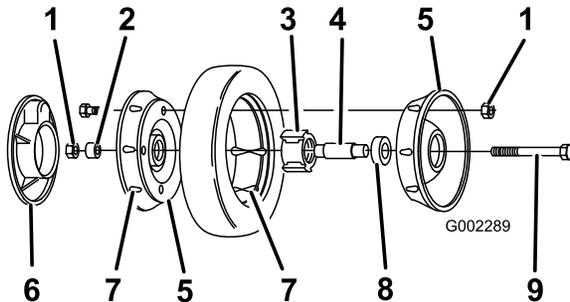

Bild 32
3. Entfernen Sie die Schraube, das Distanzstück im Rad und die Sicherungsmutter, mit denen das Rad am Gelenkarm befestigt ist (Bild 32).
einfachen Muttern. Setzen Sie die Schrauben in die gegenüberliegenden Löcher ein (Bild 32).
5. Prüfen Sie, ob alle Teile gefluchtet sind und ziehen Sie die Schrauben abwechselnd von Seite zu Seite fest, bis die beiden Radhälften gleichmäßig zusammengezogen werden (Bild 32).
6. Setzen Sie die zwei Schrauben und Sicherungsmuttern, die Sie vorher entfernt haben, in die restlichen Löcher der Radhälften ein und ziehen diese fest. Nehmen Sie die zwei langen Schrauben ab und ersetzen Sie diese mit den zwei Schrauben und Sicherungsmuttern (Bild 32).
7. Montieren Sie das Rad mit Hilfe der Schrauben, einem Distanzstück und einer Sicherungsmutter am Gelenkarm. Stellen Sie sicher, dass sich das Distanzstück zwischen der Radnabe und dem Gelenkarm befindet (Bild 32).
4. Nehmen Sie die Radhälften von den Reifen ab, indem Sie vier Schrauben und vier Sicherungsmuttern entfernen (Bild 32).
Hinweis: Wenn Sie die Lager aus dem Lager/Nabe-Gruppe entfernen, drücken Sie auf das Lagerdistanzstück (Bild 32).
1. Positionieren Sie den Reifen auf einer Radhälfte und fluchten Sie die Ansätze miteinander aus (Bild 32).
2. Positionieren Sie das Lager bzw. die Nabe in das zentrale Loch der Radhälfte. Stellen Sie sicher, dass die Beine der Nabe über dem Flansch des Lochs positioniert sind (Bild 32).
3. Legen Sie die andere Radhälfte über das Lager bzw. die Nabe und fluchten Sie das Rad und die Reifenansätze mit den Befestigungslöchern aus (Bild 32).